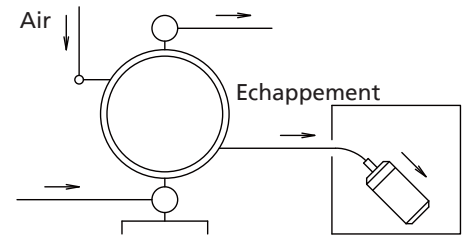

Figure 11
- L'échappement doit évacuer à l'extérieur et non pas dans le fluide où la pompe est immergée. Pour tout renseignement quant à la façon de disposer l'échappement, cf. Notes : Disposition en vue d'un échappement à l'extérieur, et Fig. 11 ci-dessous.